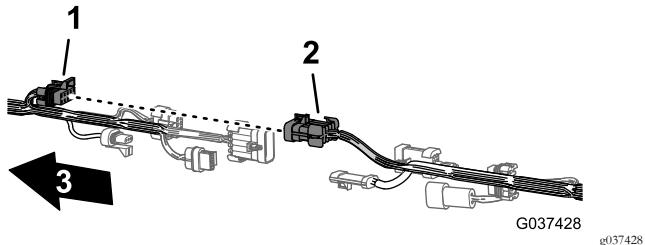

**Bild 14**
1. Suchen Sie an der Maschinenunterseite entlang des rechten Rahmenrohrs die elektrischen Anschlüsse für den vorderen und hinteren Kabelbaum der Maschine (Bild 14).